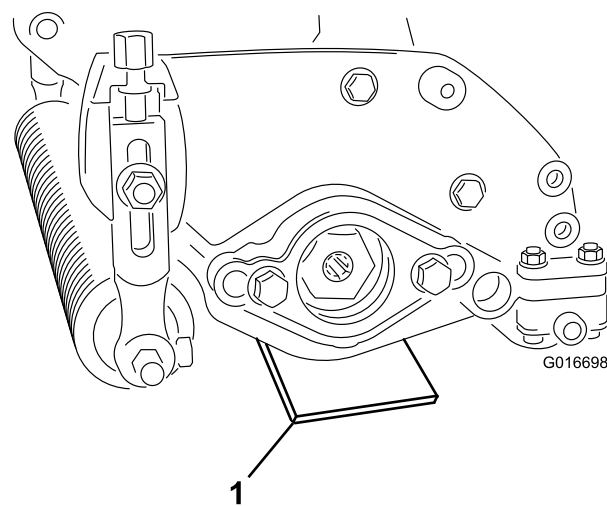

図 8
2. 希望する設定高さ（地表面からの高さ）にゲージバーを設定し、このゲージバーをサッチングユニットの左右の端部に当てる（図 8）。